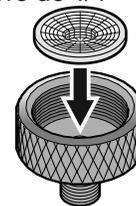

Figure 16
- Insérer le filtre à eau fourni dans le raccord de vanne (Figure 16).